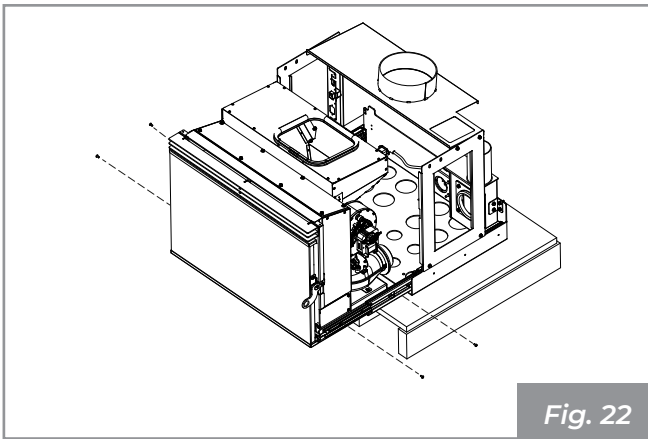

Fig. 22
- Desatornille los cuatro tornillos que fijan las guías en los laterales de la máquina ( **Fig. 22** ).